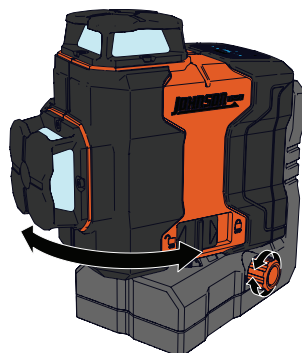

Figure 18
3. Lorsque le faisceau laser vertical est utilisé (d'aplomb), faire pivoter l'appareil dans la position souhaitée. Utiliser le bouton de réglage fin pour effectuer de petits ajustements. (Figure 18)